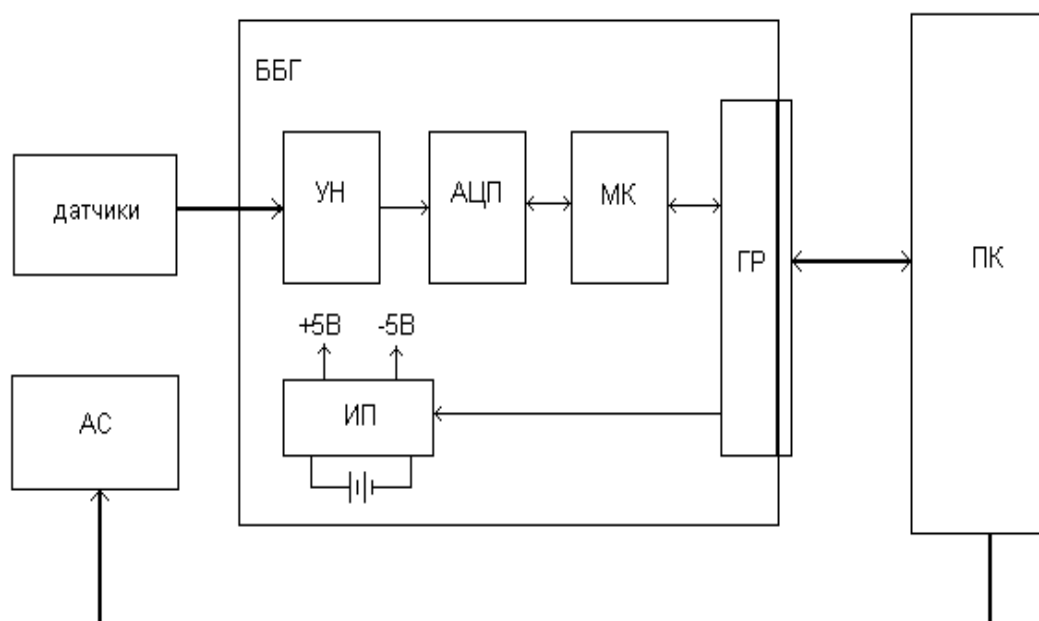

Рис. 1.
4.1 Функциональная схема комплекса приведена на рис. 1.